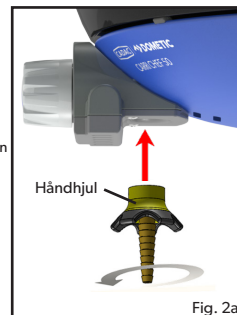

Fig. 2a
- **BEMÆRK!** Når du monterer slangeforskrningen, skal du sørge for at du holder den lige mens du strammer møtrikken for at undgå utætheder. Stram med en passende skruenøgle. (Fig. 2a)